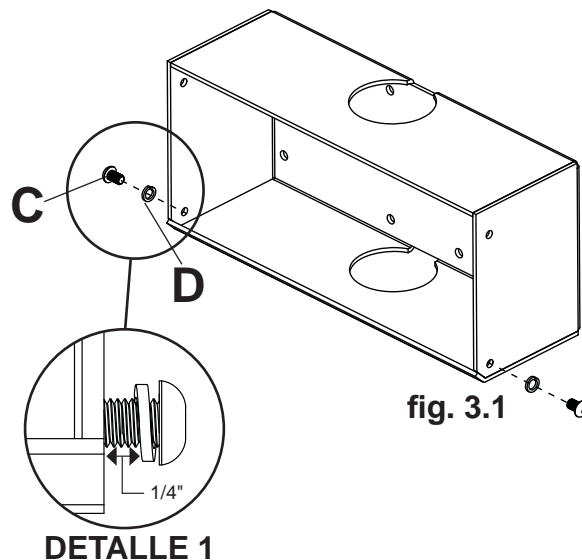

fig. 3.1
3 Insert two M10 x 16 mm socket screws (**C**) and two split lock washers (**D**) into bottom of wall box (**A**) leaving 1/4" exposed thread as shown in figure 3.1 and detail 1.
3 Insérez deux vis à tête creuse M10 x 16 mm (C) et deux rondelles fendues (D) dans la partie inférieure du boîtier mural (A) en laissant 1/4 po de filetage exposé comme illustré à la figure 3.1 et le dessin de détail 1.